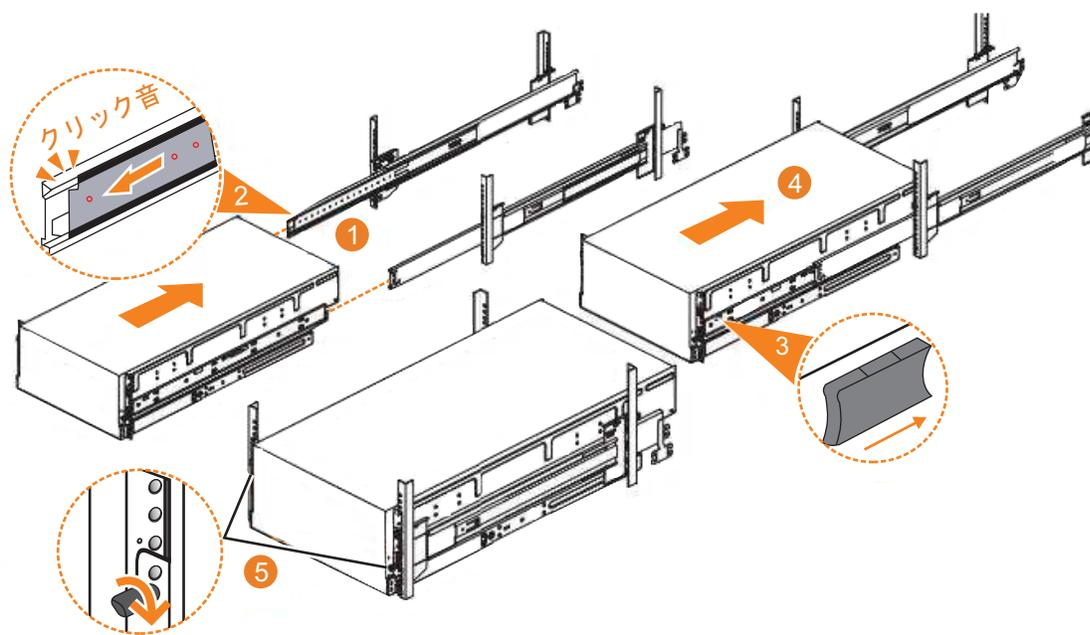

図 96. ラックへの 2076-92F エンクロージャーの再取り付け
1. 左右のドロワー・セクションをラックから完全に伸ばして、伸びた位置 (図 96 の **1**) にレールをロックします。
2. ボール・ベアリング・リテーナーが左右のドロワー・セクション (図 96 の **2**) の前面内でカチッと音がして定位置に収まったことを確認します。エンクロージャーへの部品の再取り付け
6. エンクロージャーの前面付近にある左右の青色の解放タブの位置を確認します。両方の解放タブを前方へ押し、ドロワー機構のロックを解除します (277 ページの図 96 の **3**)。
7. エンクロージャーをしっかりとラック内に押し込みます (277 ページの図 96 の **4**)。
8. ロックつまみねじ (277 ページの図 96 の **5**) を締めて、エンクロージャーをラックに固定します。